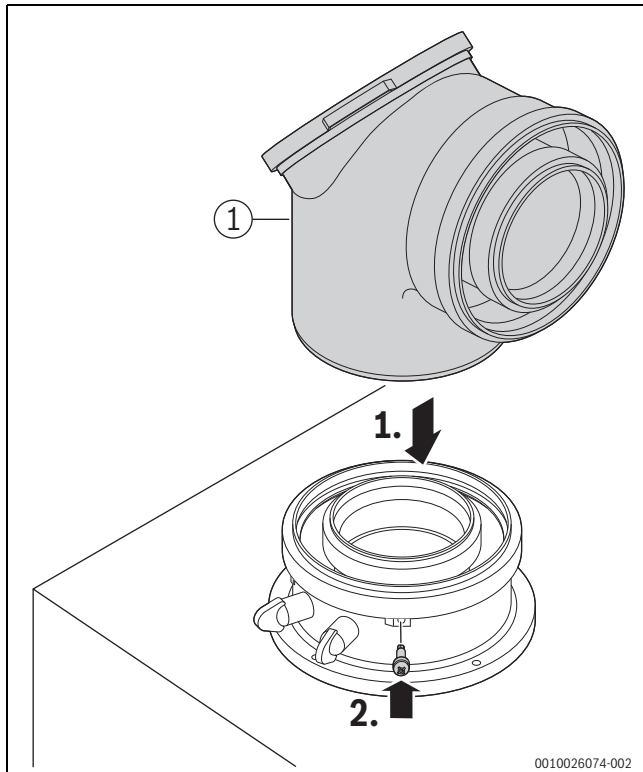

Bild 77 Abgaszubehör einsetzen und mit Schraube sichern
- Abgaszubehör anschließen (→ Bild 77, [1]). Dabei die Installationsanleitung des Abgaszubehörs beachten.